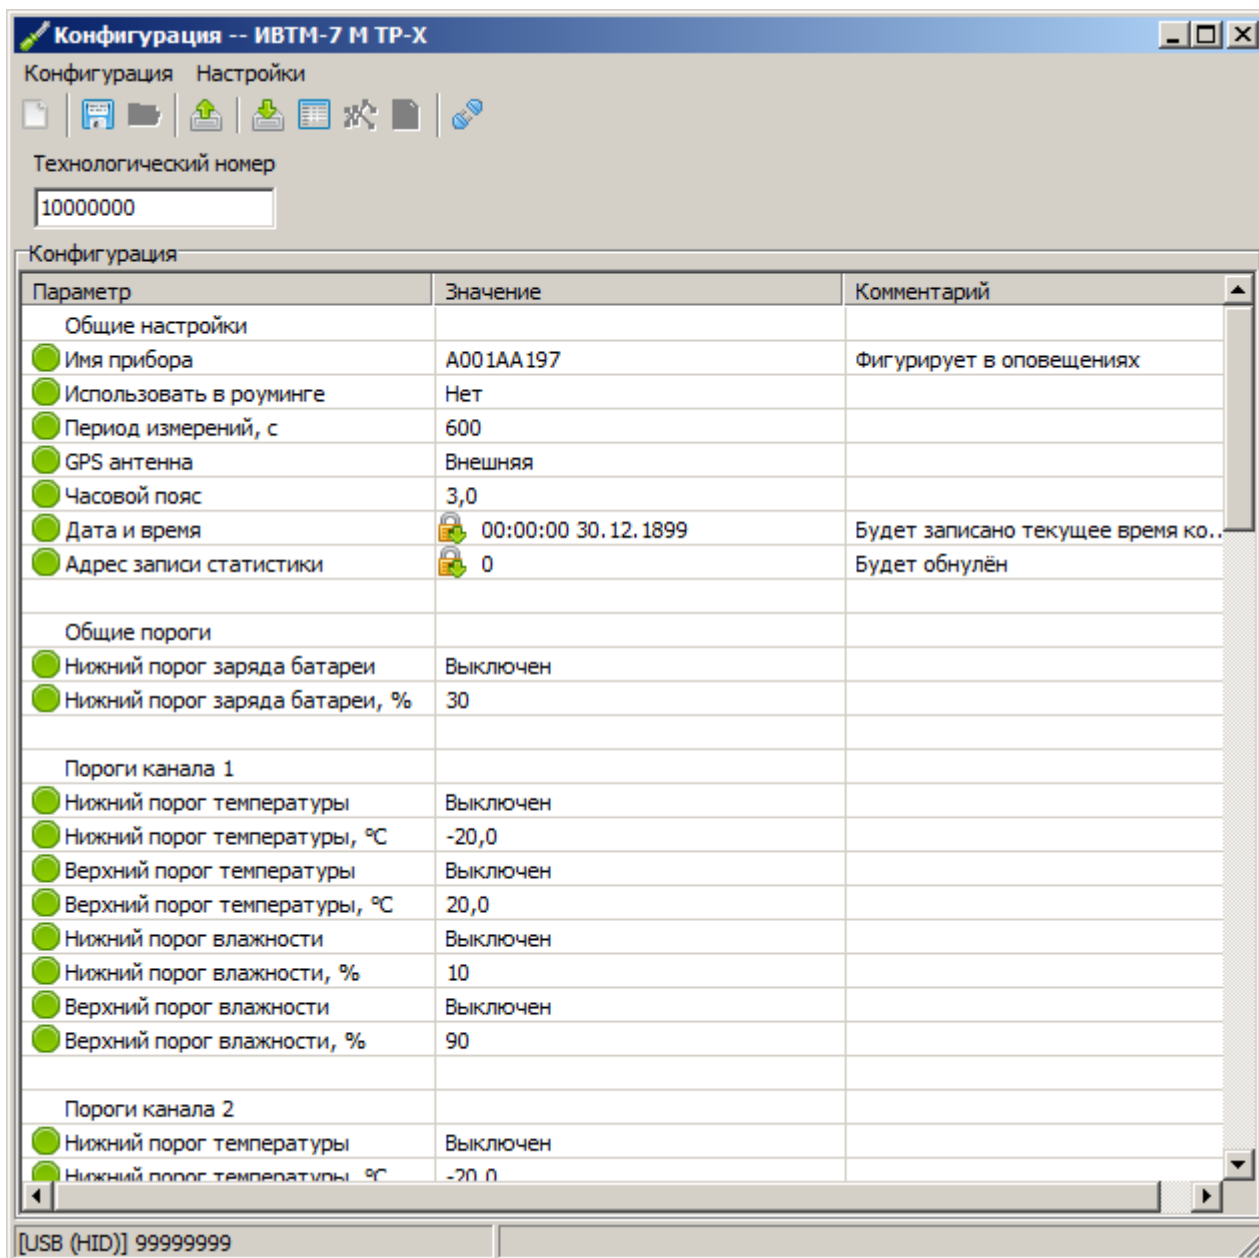

Рисунок 5.1 Внешний вид окна программы ConfigMachine
- 5.1.4 Запустить программу «ConfigMachine» (поставляется вместе с прибором на CD-диске или USB-накопителе), Рисунок 5.1.